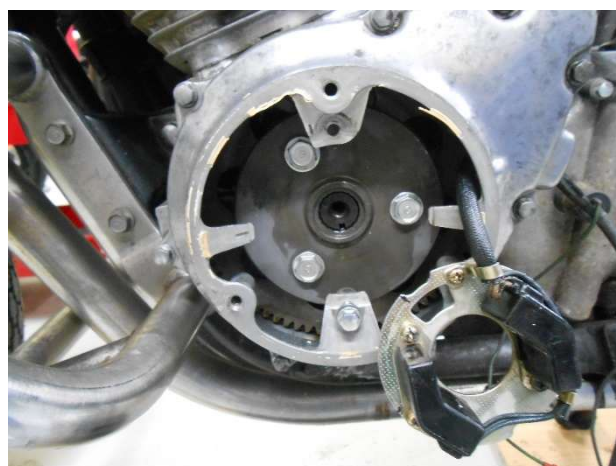

図2 パルスジェネレーター、ガバナ
- ②パルスジェネレーター、ノーマルガバナを取外して(図2)SP2タイミングローターASSY を付属のボルトを使用して取付ける(図3)。